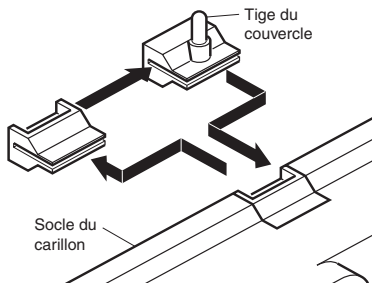

Figure 7
- **Mise en place du couvercle :** Avant de fixer le socle du carillon au mur, retirez l'agrafe qui se trouvera sur le dessus du socle. Retournez-la ensuite de façon que la petite broche ressorte sur le dessus. Remplacez l'agrafe dans le socle (voir la Figure 7), puis mettez le couvercle du carillon en place.